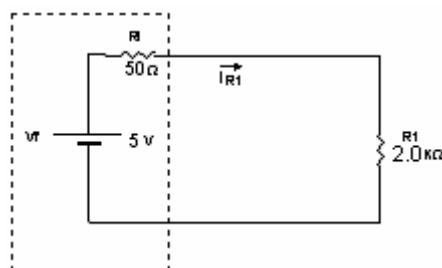

Figura 11 - Circuito para determinar o erro de inserção do amperímetro.
Com o circuito da figura 11 realizar a experiência para determinar o erro de inserção dos amperímetros analógico e digital.
- Realize o cálculo da corrente do circuito da figura 11 considerando a inserção do amperímetro e preencha a coluna correspondente na Tabela 4;